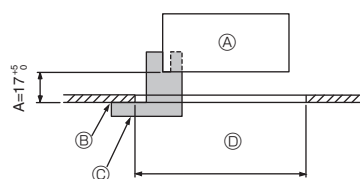
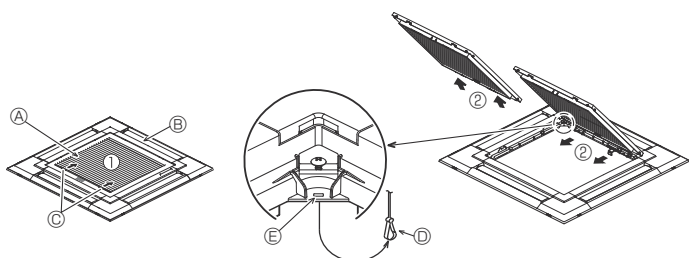
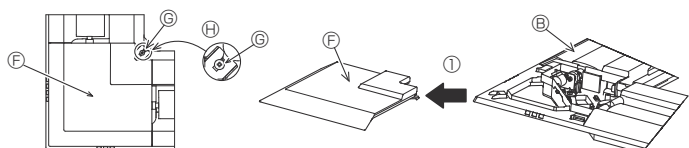

Fig. 9-2
Fig. 9-3
Fig. 9-4
①	Gitter	1	950 × 950 (mm)
②	Monteringsmåler	1	(Delt inn i 4 deler)
③	Skruer (4 × 16)	1	For PLP-6EAE, PLP-6EALME, PLP-6EALME
④	Hjørnepanel for i-see-sensor	1	For PLP-6EAE, PLP-6EALME, PLP-6EALME
⑤	Trådløs fjernkontroll	1	For PLP-6EALM, PLP-6EALME
⑥	Holder for fjernkontroll	1	Inkludert når utstyrt med den trådløse fjernkontrollen.
⑦	LR6 AA-batterier	2	Inkludert når utstyrt med den trådløse fjernkontrollen.
⑧	3,5 × 16 senkeskruer	2	Inkludert når utstyrt med den trådløse fjernkontrollen.
9.2. Gjøre klar til å feste gitteret (Fig. 9-2)
- Bruk måler ② som følger med dette settet, til å kontrollere og justere plasseringen av hovedenheten i forhold til takoverflaten. Hvis hovedenheten ikke er korrekt plassert i forhold til takoverflaten, kan det oppstå luftlekkasjer eller samle seg kondens.
- Ⓒ Monteringsmåler ② (satt inn i hovedenheten)
9.2.1. Fjerne innsugningsgitteret (Fig. 9-3)
- Skyv spakene i retningen som pil ① viser, for å åpne innsugningsgitteret.
- Med innsugningsgitteret i "åpen" stilling fjerner du hengslene til innsugningsgitteret som vist med pil ②.
9.2.2. Fjerne hjørnepanelet (Fig. 9-4)
- Løsne de 4 skruene i hjørnet. Skyv hjørnepanelet i retningen som pil ① viser på figuren, og fjern hjørnepanelet.
- [Fig. 9-3] [Fig. 9-4]
- Ⓑ Gitter ①